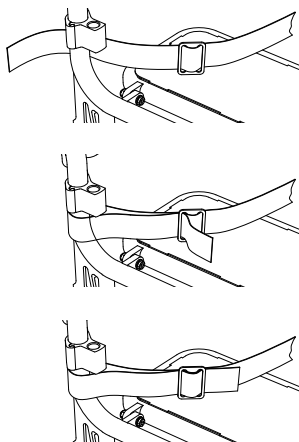

Abb. 28
1. Der Beckengurt wird hinten rechts und links an dem Rückenrohr befestigt (Abb. 28).